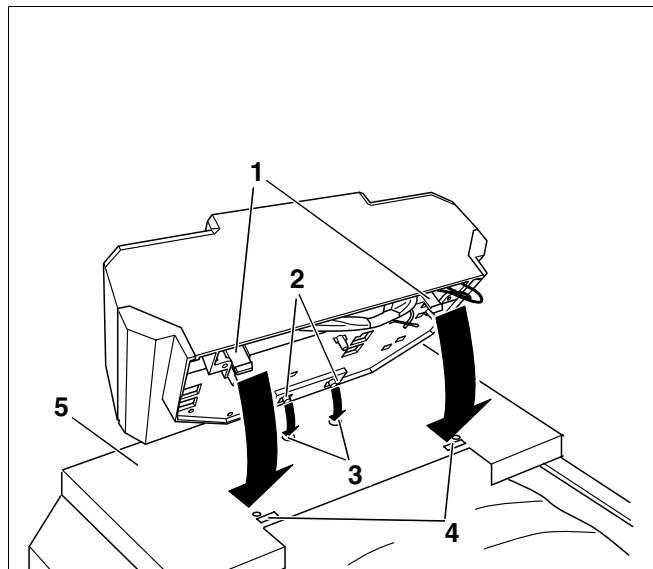

Fig. 24 Montarea aparatului de reglare (de exemplu aparatul de reglare modelul 2000)
- Asezarea cirligelor de ghidaj (fig. 24, **poz. 2**) ale aparatului de reglare (fig. 24, **poz. 3**) in spaturile ovale ale (fig. 24, **poz. 5**) capacului din fata a cazanului.
Carligele elastice ale aparatului de reglare (fig. 24, **poz. 1**) se blocheaza prin apasare in spaturile existente (fig. 24, **poz. 4**) in partea din fata a capacului cazanului.